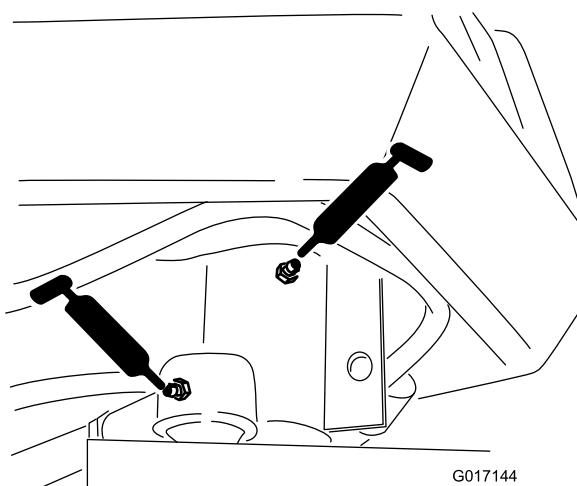

図 31
- ステアリングフォークのシャフト1か所 **図 31**
- ステアリングシリンダロッドの端部 **図 31**